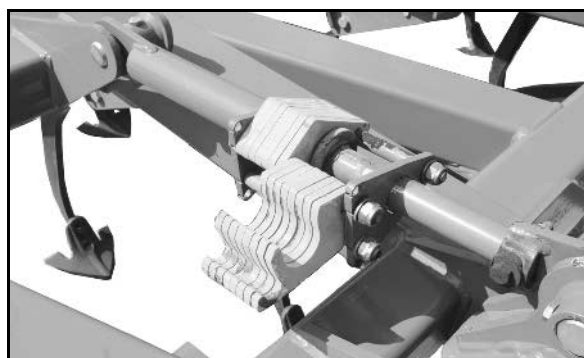

Fig. 50
- for støttehjul eller rullefølere (Fig. 50).